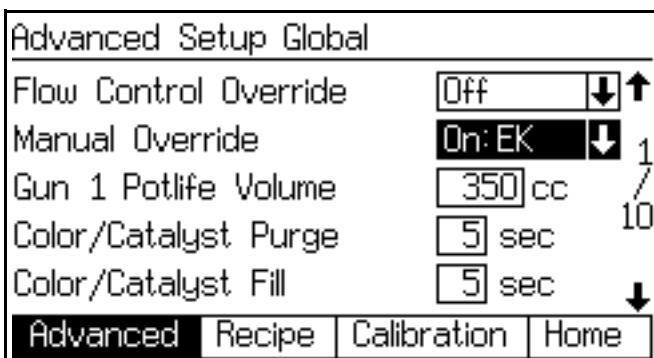

FIG. 96 Schermata Advanced Setup (Setup avanzato) 1
3. Andare alla **Schermata Advanced Setup (Setup avanzato) 1** (vedere FIG. 96). Attivare la funzione di comando manuale.